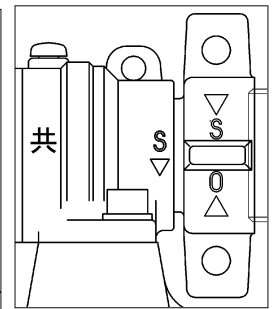

図 7 「共」表示例
- ・スライダケースに「共」表示がある製品 (図 7 参照) は、下記のサイズの 0 リングを使用しています。